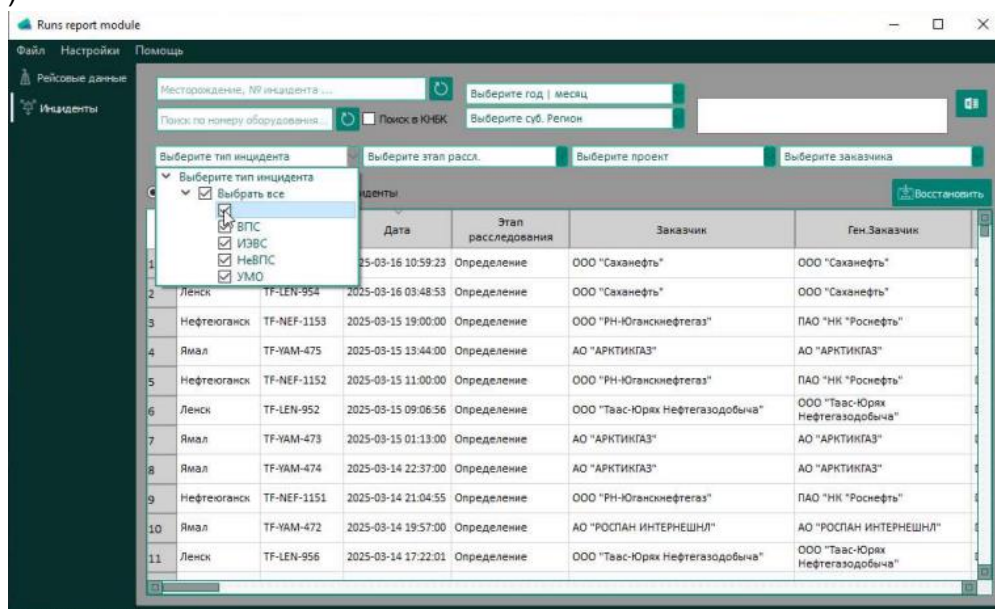

Рис.11
1. Во вкладке Инциденты для отображения данных, нажмите «Запустить поиск» (рис.11).